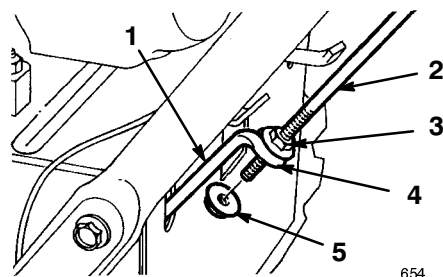

Figure 3
3. Vissez un écrou à embase (pas le contre-écrou à embase), embase vers le bas, sur la tige de traction fixée au mancheron de gauche (Fig. 3).
4. Présentez le mancheron de gauche sur le côté de la déneigeuse et insérez le bout de la tige de traction dans la boucle de la tige de traction inférieure (Fig. 3).
1. Vissez le contre-écrou à embase (embase vers le haut) sur le bas de la tige de commande de traction, sous la boucle de la tige de traction inférieure (Fig. 3).